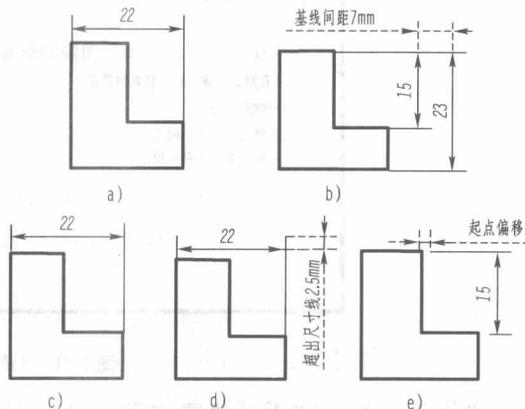

图 1-19 “线”选项卡中各参数的效果
①由于标注的尺寸是一个复合体,它是图块的形式储存在图形中,因此各尺寸线的“颜色”与“线型”一般均取缺省值“ByBlock”。
②“超出标记”只有在使用建筑标记、斜线、积分和无箭头时有效;“基线间距”是控制基线型尺寸标注相邻尺寸线间的距离,国标规定为 6~10mm,可取 7mm,效果如图 1-19 b)所示。
③“隐藏尺寸线”和“隐藏尺寸界线”主要用于一些半剖视图的尺寸标注,效果如图 1-19 a)、c)所示。
④尺寸界线“超出尺寸线”的一般为 2~3mm,取 2.5mm,效果如图 1-19 d)所示。